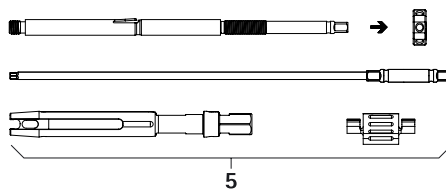

Abb. 2
- Repositionshebel perkutan 5 demontieren, siehe Abb. 2.